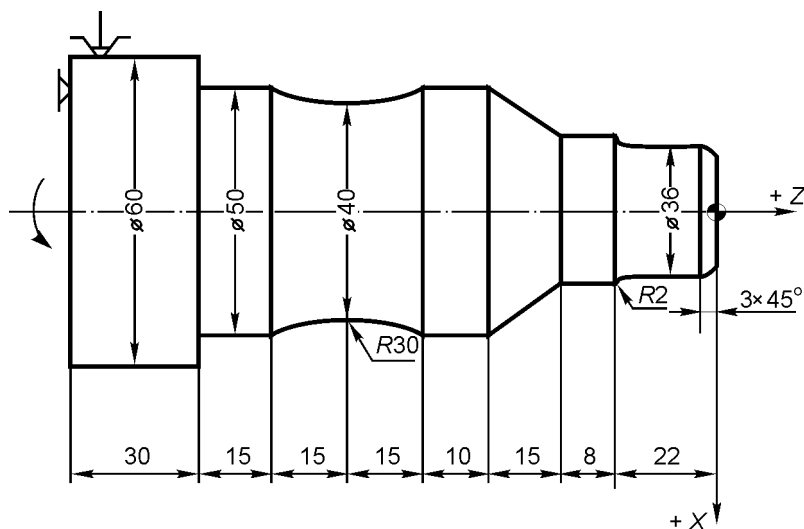

Рисунок 4 – Ескіз деталі до прикладу побудови КП чистової обробки
2.4. Приклад побудови чистової двоінструментальної обробки валика (рис.4)